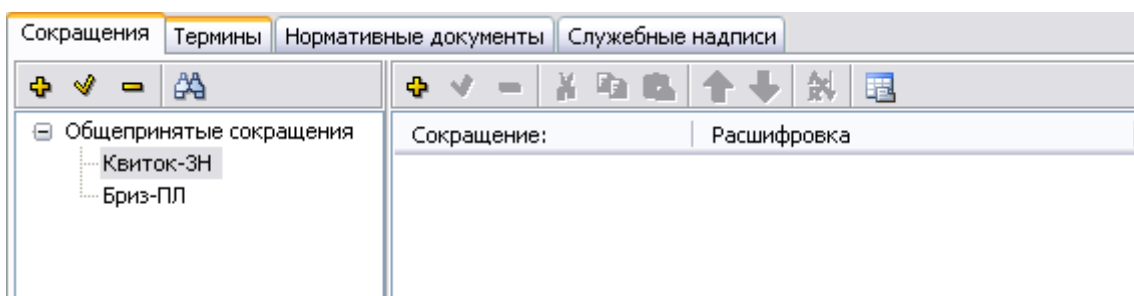

Рис. 3.58
2. Выделите категорию, в которую нужно скопировать сокращения (Рис. 3.58).